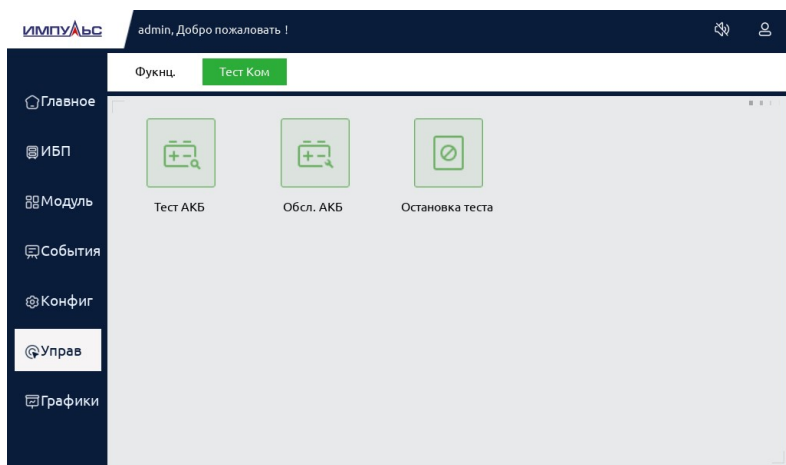

Рисунок 5.2. Техническое обслуживание АКБ
4. После начала работы контрольного модуля необходимо нажать кнопку холодного запуска модуля, расположенную на его передней панели (см. Рисунок 5.2). Модуль начнет работать, и система будет выполнять следующие за этапом 3 действия в режиме нормального запуска. Система запустит выпрямитель, затем инвертор. Весь процесс запуска занимает около 60 с, и система перейдет в режим АКБ.